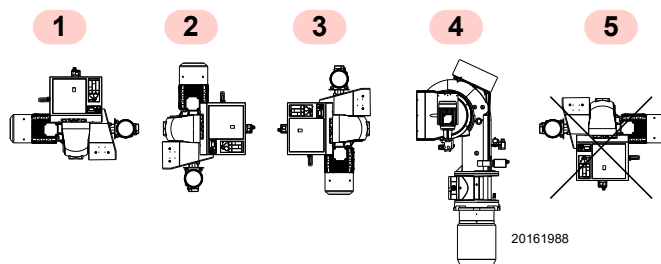

Рис. 10
- Горелка предназначена исключительно для функционирования в положениях 1, 2, 3 и 4 (Рис. 10).